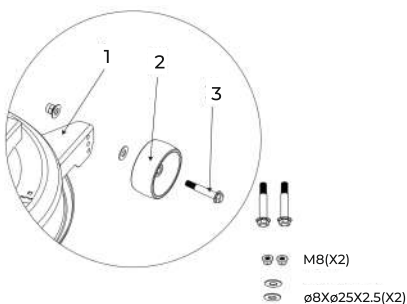

Рис. 12
**6.11. Установка противоскользящих колёс (рис. 12)**
· Установите противоскользящие колёса (рис. 12, поз 2) на корпус рамы (рис. 12, поз 1) с помощью болта (рис. 12, поз 3) и шайбы (ø8xø25x2.5), гайки (M8). Прodelайте аналогичную операцию с другой стороны.